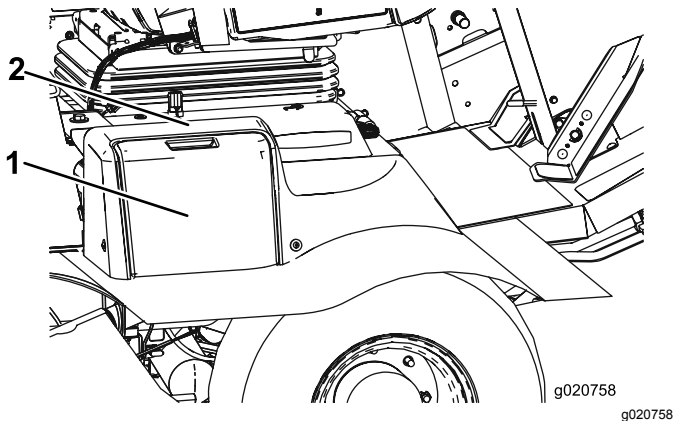

Bild 85
1. Öffnen Sie die Batterieabdeckung an der Seite der Abdeckung (Bild 85).
**Hinweis:** Üben Sie Druck auf die flache Oberfläche über der Batterieabdeckung aus, um das Entfernen der Abdeckung zu erleichtern (Bild 85).